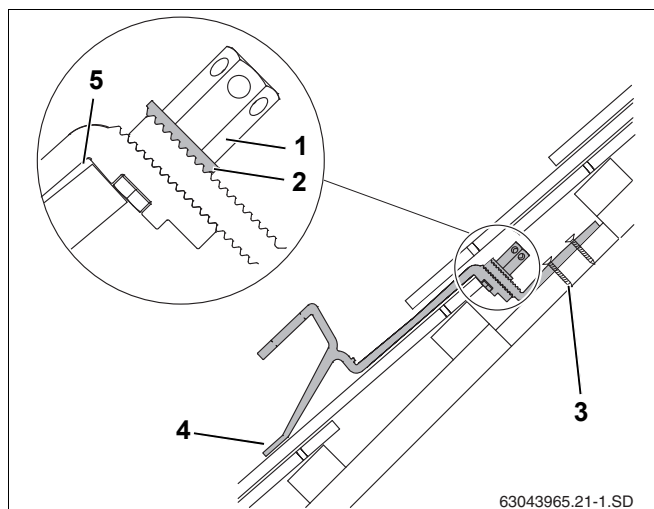

Рис. 19 Установленный кровельный крюк - разрез с обрезанной нижней частью
- Установите переднюю подпорку на черепицу таким образом, чтобы она при нагрузке прилегла к ней (рис. 19, поз. 4).
При этом должен быть зазор между кровельным крюком и верхним краем черепицы (рис. 19, поз. 5). При необходимости подгоните черепицу сверху.
Зубчатая подкладная шайба (рис. 19, поз. 2) должна войти в зацепление с нижней частью кровельного крюка.
- Затяните высокие гайки (рис. 19, поз. 1). Для этого вставьте ключ SW5 в отверстие гайки и поверните его.
- Нижнюю часть кровельного крюка прикрепить к стропилам или доскам/брусу минимум в первом (рис. 19, поз. 3) и втором отверстии соответствующими шурупами.